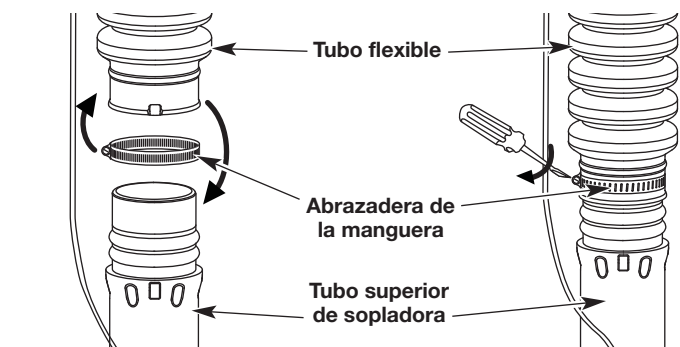

Fig. 2
1. Coloque una abrazadera de manguera alrededor del otro extremo del tubo flexible (Fig. 2).
2. Deslice el tubo y la abrazadera sobre el extremo superior del tubo superior de la sopladora (Fig. 2).
3. Ajuste el tornillo de la abrazadera de la manguera con un destornillador de cabeza plana (Fig. 2).